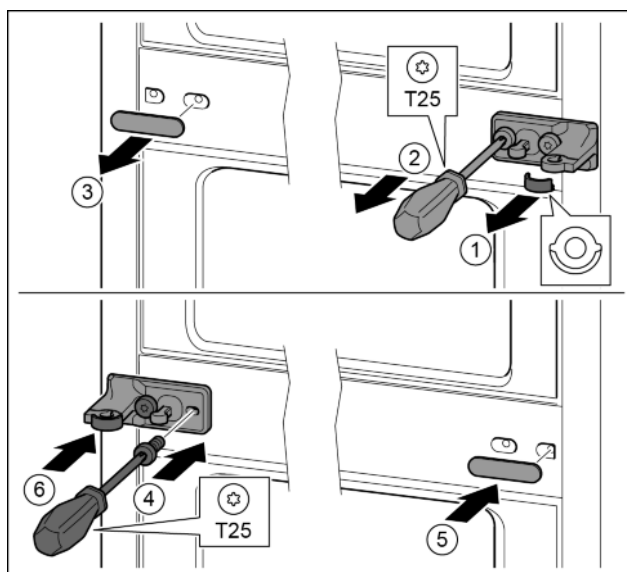

Fig. 15
- ▶ Skinite podložnu pločicu. Fig. 15 (1)
- ▶ Odvijačem T25 odvijte vijke. Fig. 15 (2)
- ▶ Oprezno skinite pokrov. *Fig. 15 (3)*
- ▶ Čvrsto zavijte podložak ležaja s folijom okrenuto za 180° na drugoj strani. *Fig. 15 (4)*
- ▶ Postavite pokrov okrenut za 180° na drugoj strani. *Fig. 15 (5)*
- ▶ Nataknite podložnu pločicu s prednje strane. *Fig. 15 (6)*